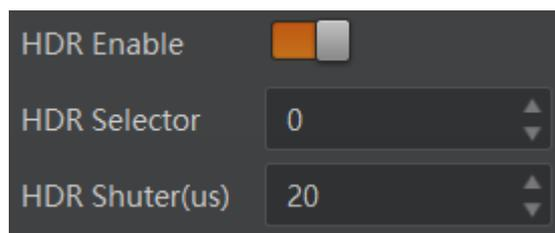

图8-15 HDR 设置
2. 选择 *HDR Selector*，调整对应 *HDR Shutter* 参数的数值，分别对每一组参数进行设置，如图 8-15 所示。